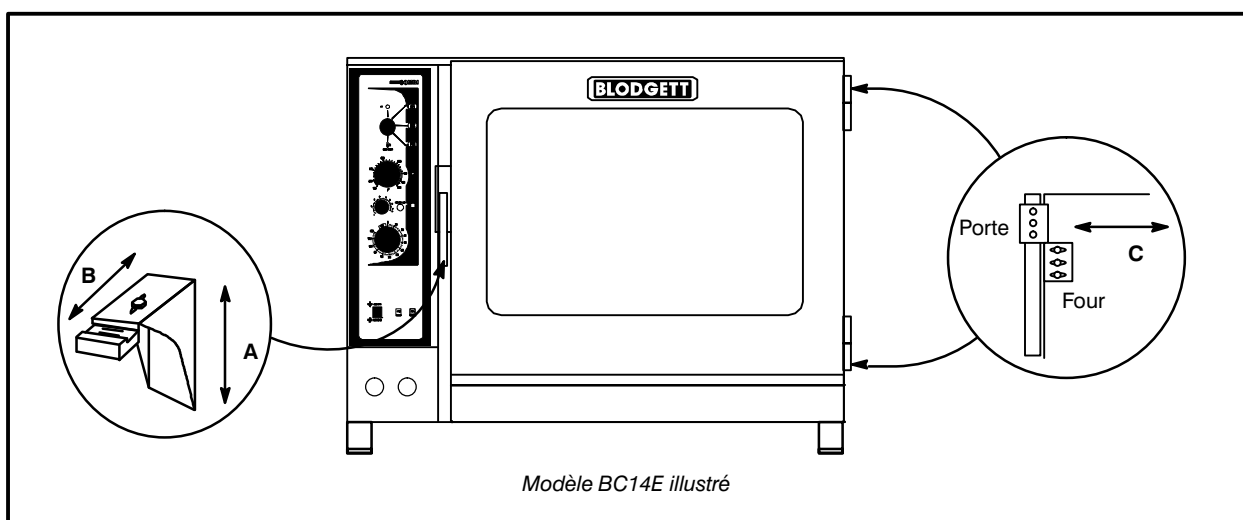

Figure 10
1. Pour ajuster vers le haut et vers le bas, desserrez les deux boulons qui fixent le loquet au devant de l'appareil. Reportez-vous à la Figure 10 (A).
4. Pour ajuster vers l'avant et l'arrière, desserrez le boulon sur le dessus du loquet. Reportez-vous à la Figure 10 (B).
2. Ajustez les charnières de manière à ce que la partie arrière de la porte et le devant de l'appareil soient parallèles. Consultez la Figure 10 (C).